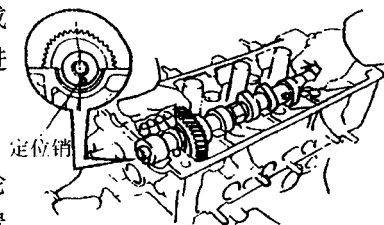

图 2-12 安装排气凸轮轴
(1) 安装排气凸轮轴
①在凸轮轴止推部位涂上多用途润滑脂,放置排气凸轮轴使定位销处于离凸轮轴垂直线稍偏逆时针一定角度的位置上,如图 2-12 所示。